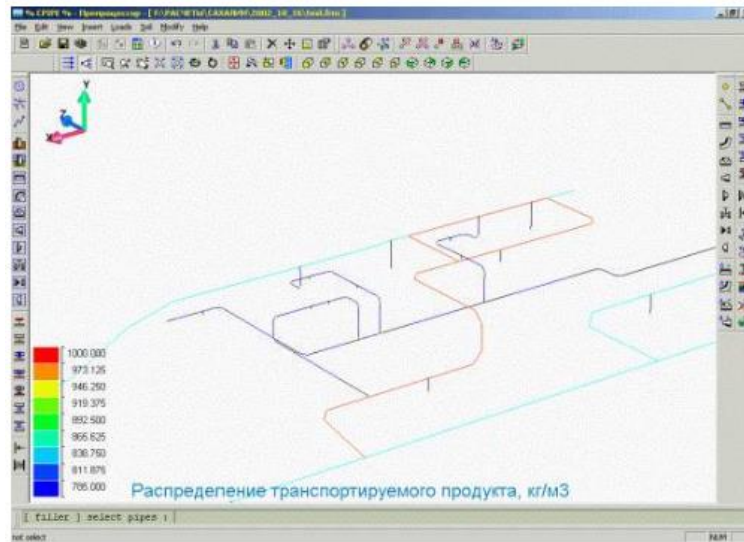

Рис. 5.6.18. Распределение плотности транспортируемого продукта в трубопроводной системе
1. Выполните пункт меню "Нагрузки\Газовый наполнитель" ("Loads\Gas filler") или пиктограмму  панели инструментов "Дополнительные нагрузки". В результате в графическом окне препроцессора должна появиться модель конструкции, раскрашенная по значениям плотности транспортируемого продукта в трубопроводных элементах (рис. 5.6.18.).